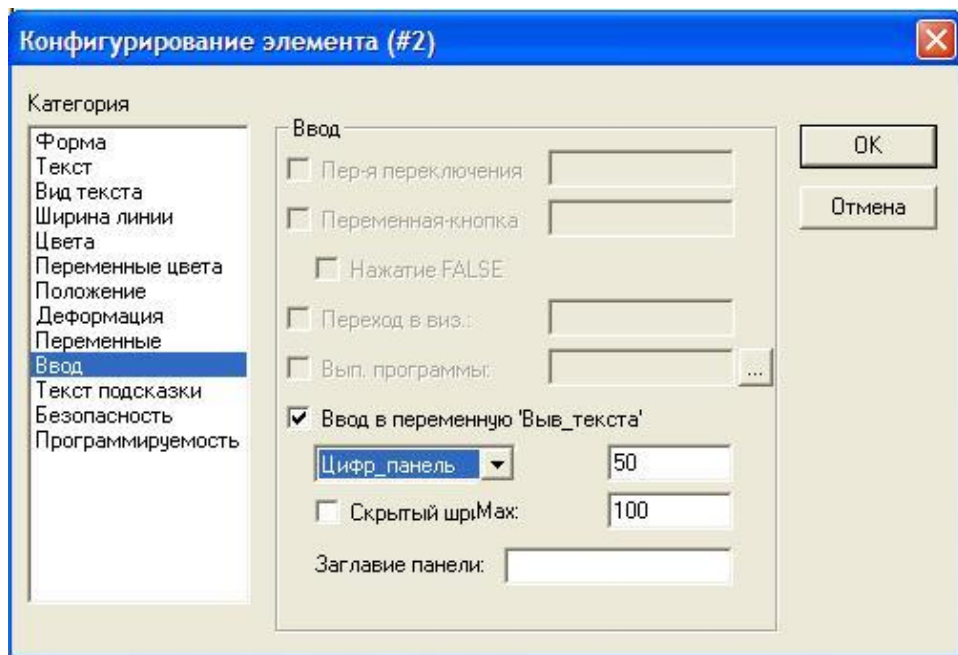

Рисунок 7.13
- Поставте галочку в поле '**Ввід у змінну «Виведення тексту»**' (Text input of variable «Text display») категорії '**Введення**' (Input) та введіть змінну .Sbr. У випадаючому списку виберіть '**Числова панель**' (Numpad) та задайте мінімальне і максимальне значення (рис. 7.13).